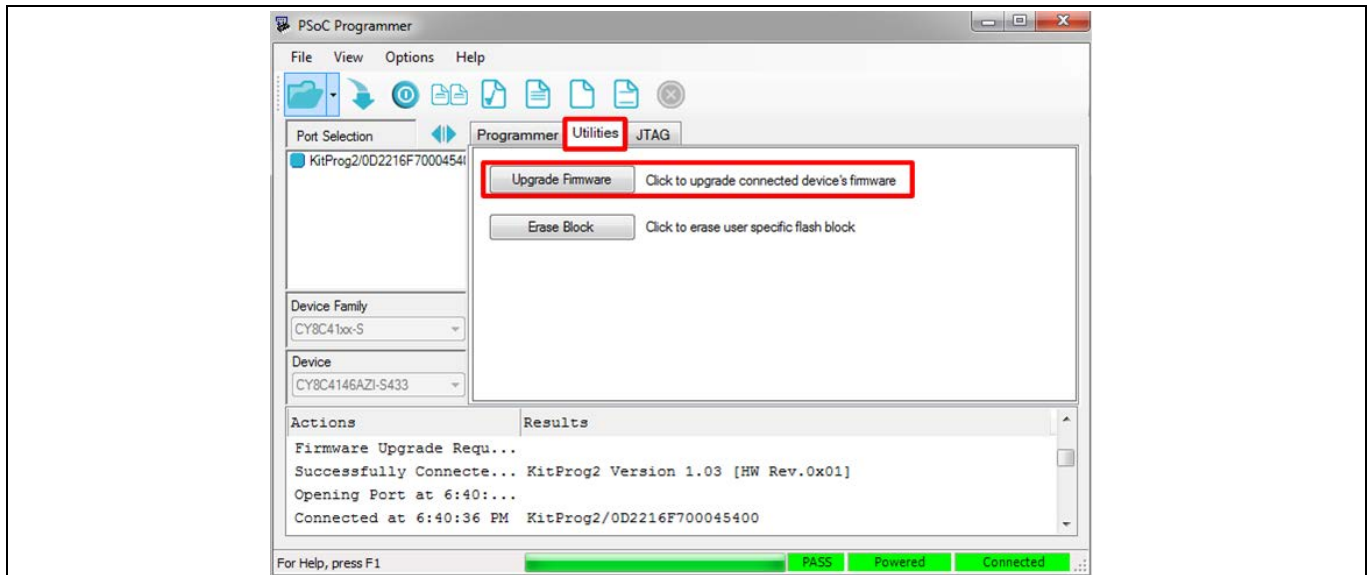

Figure 14 使用 PSoC™编程器升级固件
- 进入 **Utilities** 选项卡，然后点击 **Upgrade Firmware**，以便使用原始的套件固件重新编程 PSoC™ 5LP (Figure 14)